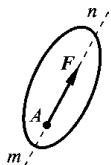

图 2-1
(1) 当力的作用点分布于相对很小的面积时,作用力可简化为集中作用在一个点上,这样的力称为集中力。图 2-1 所示的力即为集中力。
(2) 当力的作用点连续分布于相对较大的面积(或体积)上时,这样的力称为分布力。分布力作用的强度用  $q$  表示,称为分布载荷集度。